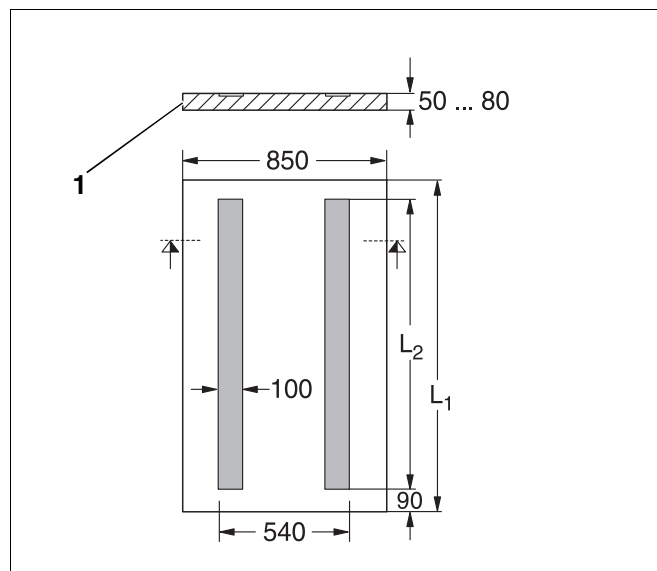
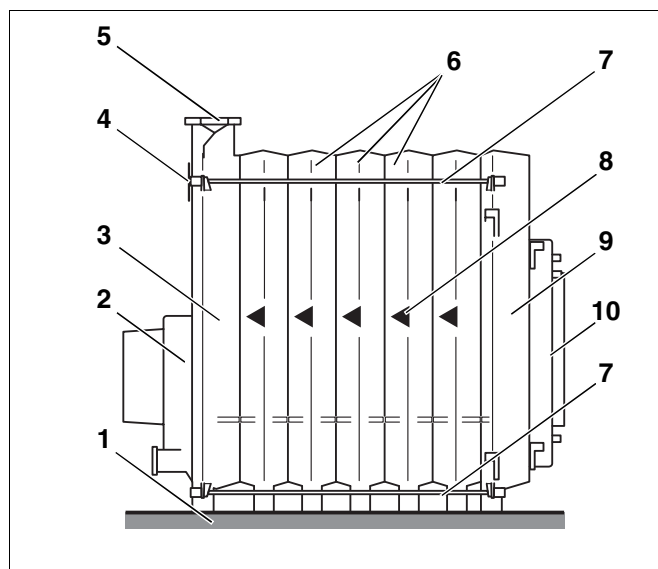

Fig. 3 Fundamentdimensioner
Fig. 5 Kedelblok
Det er en fordel at opstille kedlen på et 5 – 8 cm højt fundament (Fig. 5, **pos. 1** og Fig. 3, **pos. 1**).
Hvis bundrammen, der kan fås som ekstraudstyr, ikke anvendes, kan der fremstilles et betonfundament på opstillingsstedet. Ved opbygning af fundamentet skal der lægges vinkelstål med målene 100 x 50 x 8 mm eller fladstål med målene 100 x 5 mm for at sikre, at kedelelementerne ikke glider under kedelmonteringen (se Fig. 3 og følgende tabel).
Samlingen af kedelkroppen foregår altid bagfra og fremad, idet man starter med det bageste element (Fig. 5, **pos. 3**). Det forreste element (Fig. 5, **pos. 8**) skal altid monteres sidst.
Under samlingen skal du altid holde øje med retningspilene for monteringen (Fig. 5, **pos. 7**) og udføre monteringen i overensstemmelse med følgende anvisninger og figurer!
Forklaring (Fig. 5):